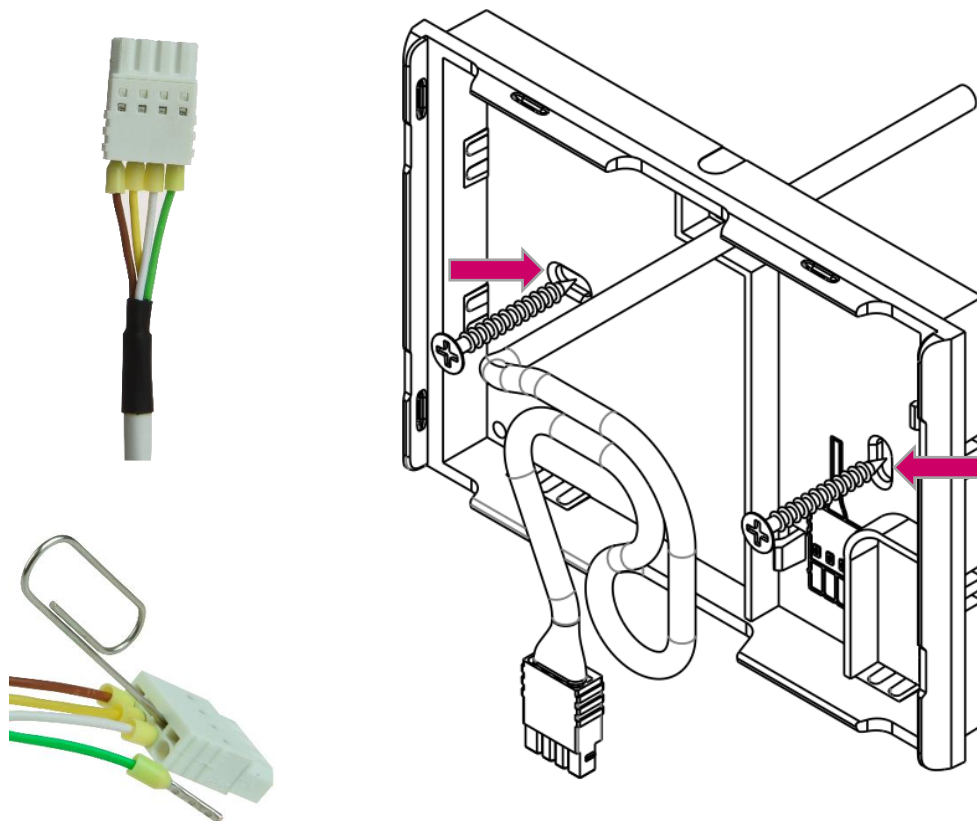

Рисунок 2.2 - Монтаж панели управления JLV135
2.4 Просверлите в стене отверстия под дюбели диаметром 5 мм, в местах крепления устройства к стене, обозначенные на корпусе устройства (Рисунок 2.2).